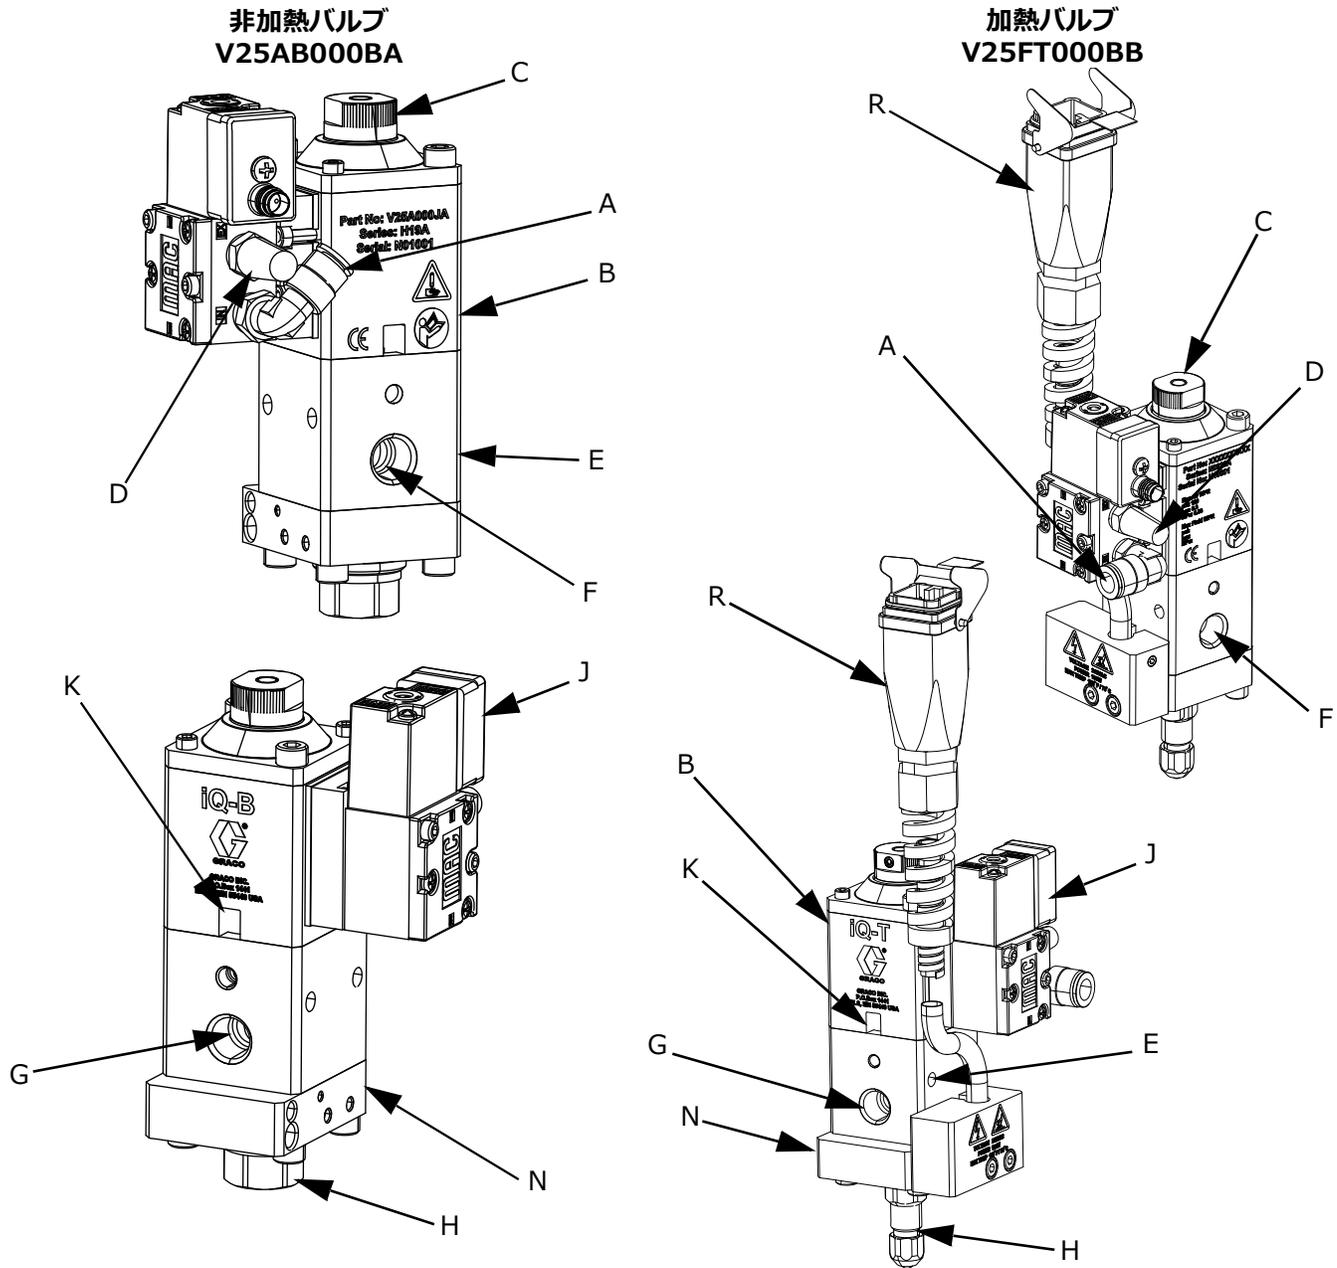

図 1: ボールシートとチップシールディスパンスバルブ
- a. エアセクション (B) に取り付けられているソレノイド (J) のあるバルブは、エア継手 (A) にエア供給チューブをつなげます。図 1、ページ 8 を参照してください。